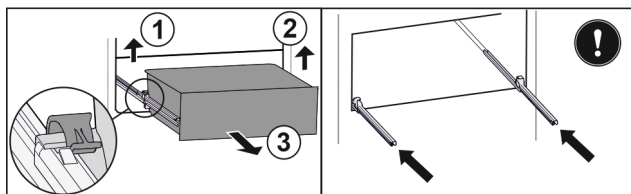

Fig. 103
- ▶ Ridicați clema din stânga și trageți concomitent sertarul din stânga spre înainte. Fig. 103 (1)
- ▶ Ridicați clema din dreapta și trageți concomitent sertarul din dreapta spre înainte. Fig. 103 (2)
- ▶ Extrageți sertarul spre înainte. Fig. 103 (3)